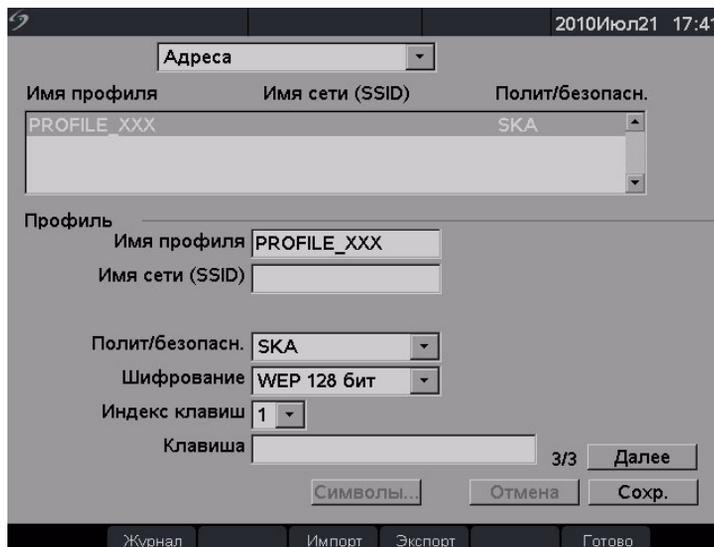

Рис. 6 Настройка параметров адресов беспроводного подключения DICOM (страница 3)
- 6 Для отображения страницы 3 выберите **Далее**. См. **Рис. 6** на стр. 178.